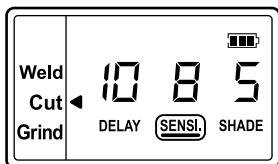

fig.4a
**Mode soudage et découpe** (0 ~ 10) (voir fig.4a / 4b)